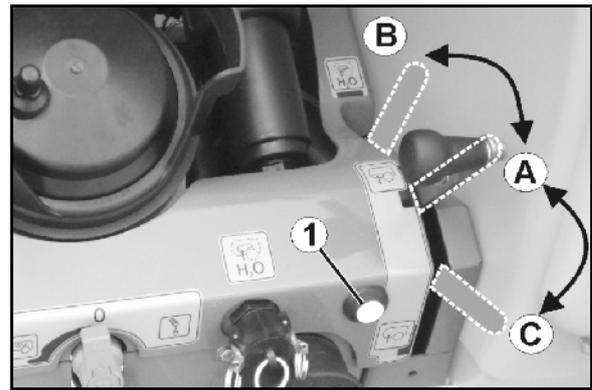

Fig. 105
- knappen på betjeningsfeltet (Fig. 105/1).